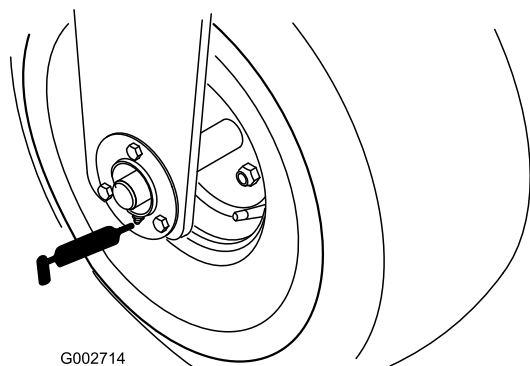

Рисунок 19
- 1 подшипник переднего колеса (Рисунок 19)